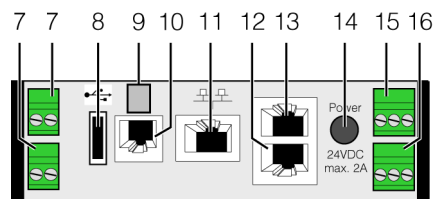

Fig. 93 : unité de régulation du Liquid Cooling Package (UC CMC III) – face arrière
Pour surveiller d'autres paramètres physiques dans le Liquid Cooling Package, vous pouvez raccorder jusqu'à huit capteurs standard supplémentaires à l'unité de régulation (UC CMC III). Il suffit de brancher les capteurs au premier raccordement CAN-Bus qui se trouve à l'arrière de l'unité de régulation (fig. 93, pos. 11) et de les configurer via l'interface web.